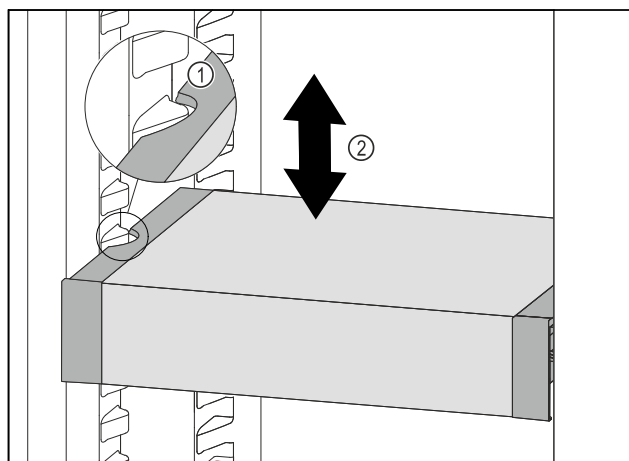

Fig. 86
- ▶ Tire del VarioSafe hacia delante hasta que los huecos laterales del VarioSafe se encuentren a la altura de la nervadura del recipiente en el compartimento del frigorífico. Fig. 86 (1)
- ▶ Mueva el VarioSafe hacia arriba o hacia abajo en el compartimento del frigorífico hasta alcanzar la altura deseada. Fig. 86 (2)